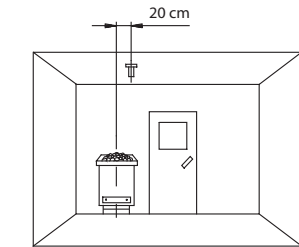

Abb. 7
Beachten Sie bitte, dass sich nachfolgende Maßangaben auf die Werte beziehen, die bei der Geräteprüfung nach EN 60335-2-53 vorgegeben wurden. Grundsätzlich muss der Ofenföhler an der Stelle montiert werden, an der die höchsten Temperaturen erwartet werden. Einen Überblick über den Montageort des Föhlers geben Ihnen die Abb. 7 - 9.
1. Der Ofenföhler wird in Kabinen bis zu der Größe von $2 \times 2 \text{ m}$ gemäß Abb. 7 und 8 montiert, in größeren Kabinen gemäß Abb. 7 und 9 montiert.